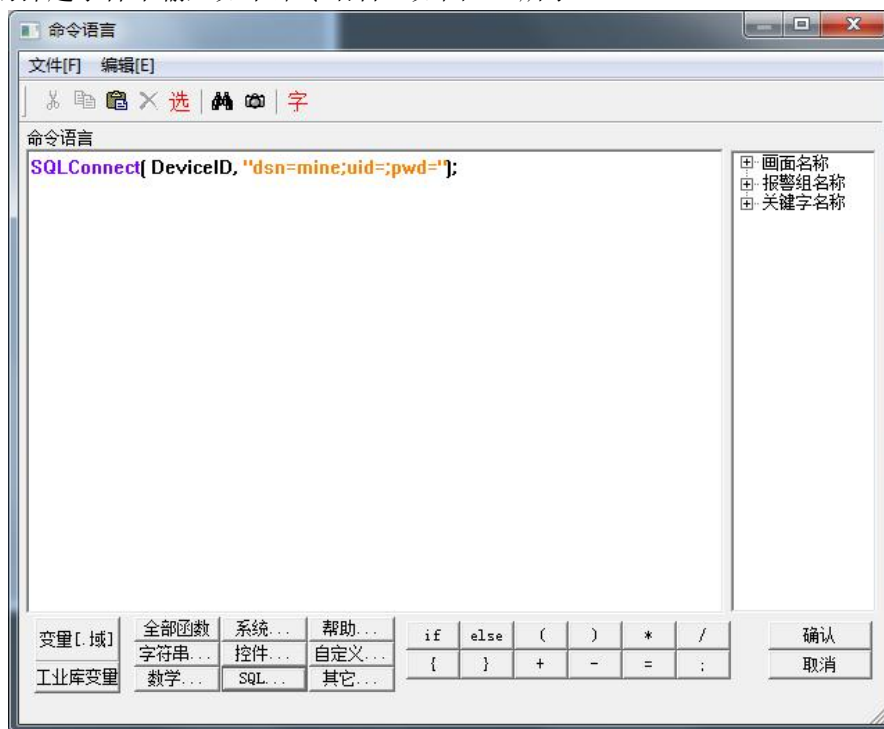

图 9-4 数据库连接命令语言
- 5、在按钮的弹起事件中输入如下命令语言，如图 9-4 所示。